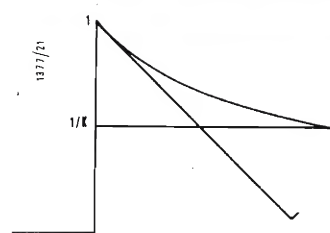

Fig. 20 - Corrente anodica di un tubo avente $R_k C_k$ sotto l'azione della funzione a gradino.
il cui grafico è indicato in fig. 20. La pendenza della curva a $t = 0$ è:
Il grafico della (9) ha la stessa forma generale di fig. 20.